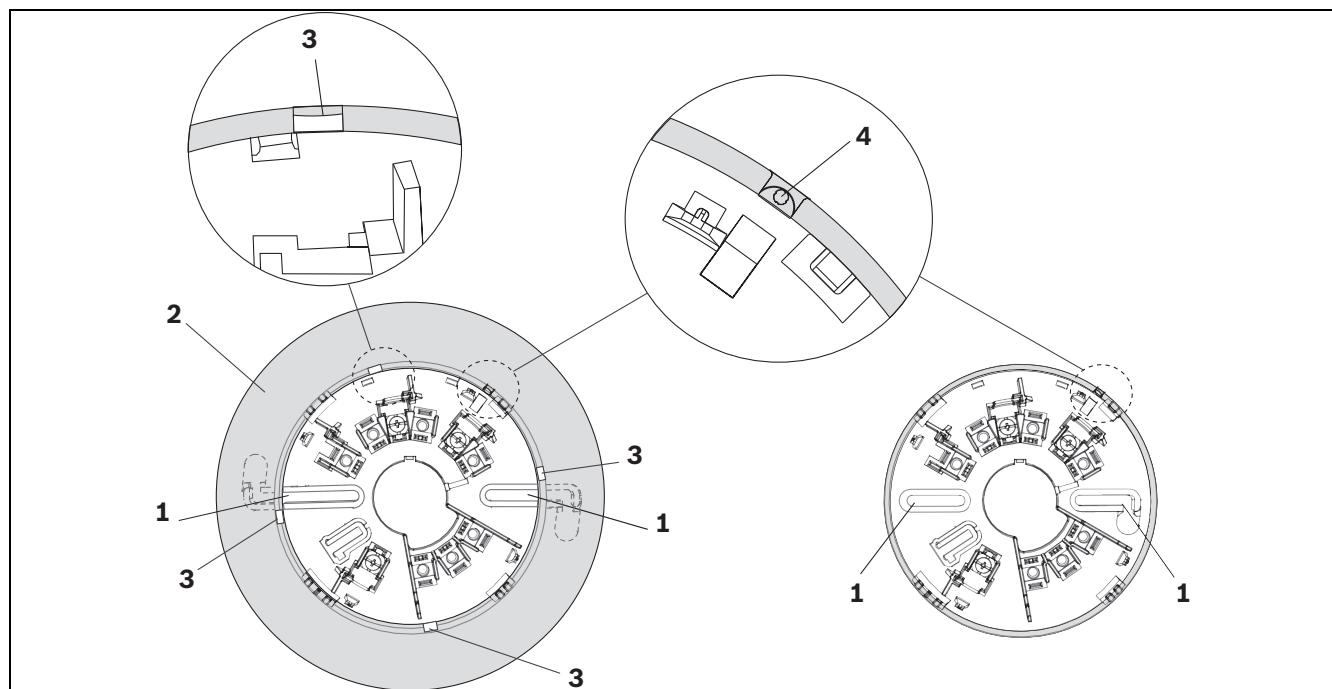

Figura 4.1 Bases de Instalação de 6 polegadas e 4 polegadas
1. Instale a base usando dois orifícios alongados de instalação (consulte *Figura 4.1*, Posição 1). Se você instalar o detector com uma base de 6 polegadas, primeiro remova a saia da base (2) de instalação usando uma chave de fenda para soltar as 4 abas (3).
3. Gire em sentido horário até que o detector se prenda na base e alinhe-o com a fenda semicircular (4).
Segurar um ímã no local de teste, centralizado acima da fenda circular do detector (consulte *Figura 4.1*, Página 34, Posição 4) fará com que o LED pisque em vermelho. Se o ímã for mantido no local indicado por mais de 6 segundos, a unidade emitirá um sinal de alarme ao painel, e o LED ficará vermelho contínuo até que a unidade seja resetada pelo painel. Se o ímã for removido antes do término do período de 6 segundos, a unidade retornará ao estado em que estava e nenhum sinal de alarme será enviado. Caso contrário, será necessário resetar a unidade.